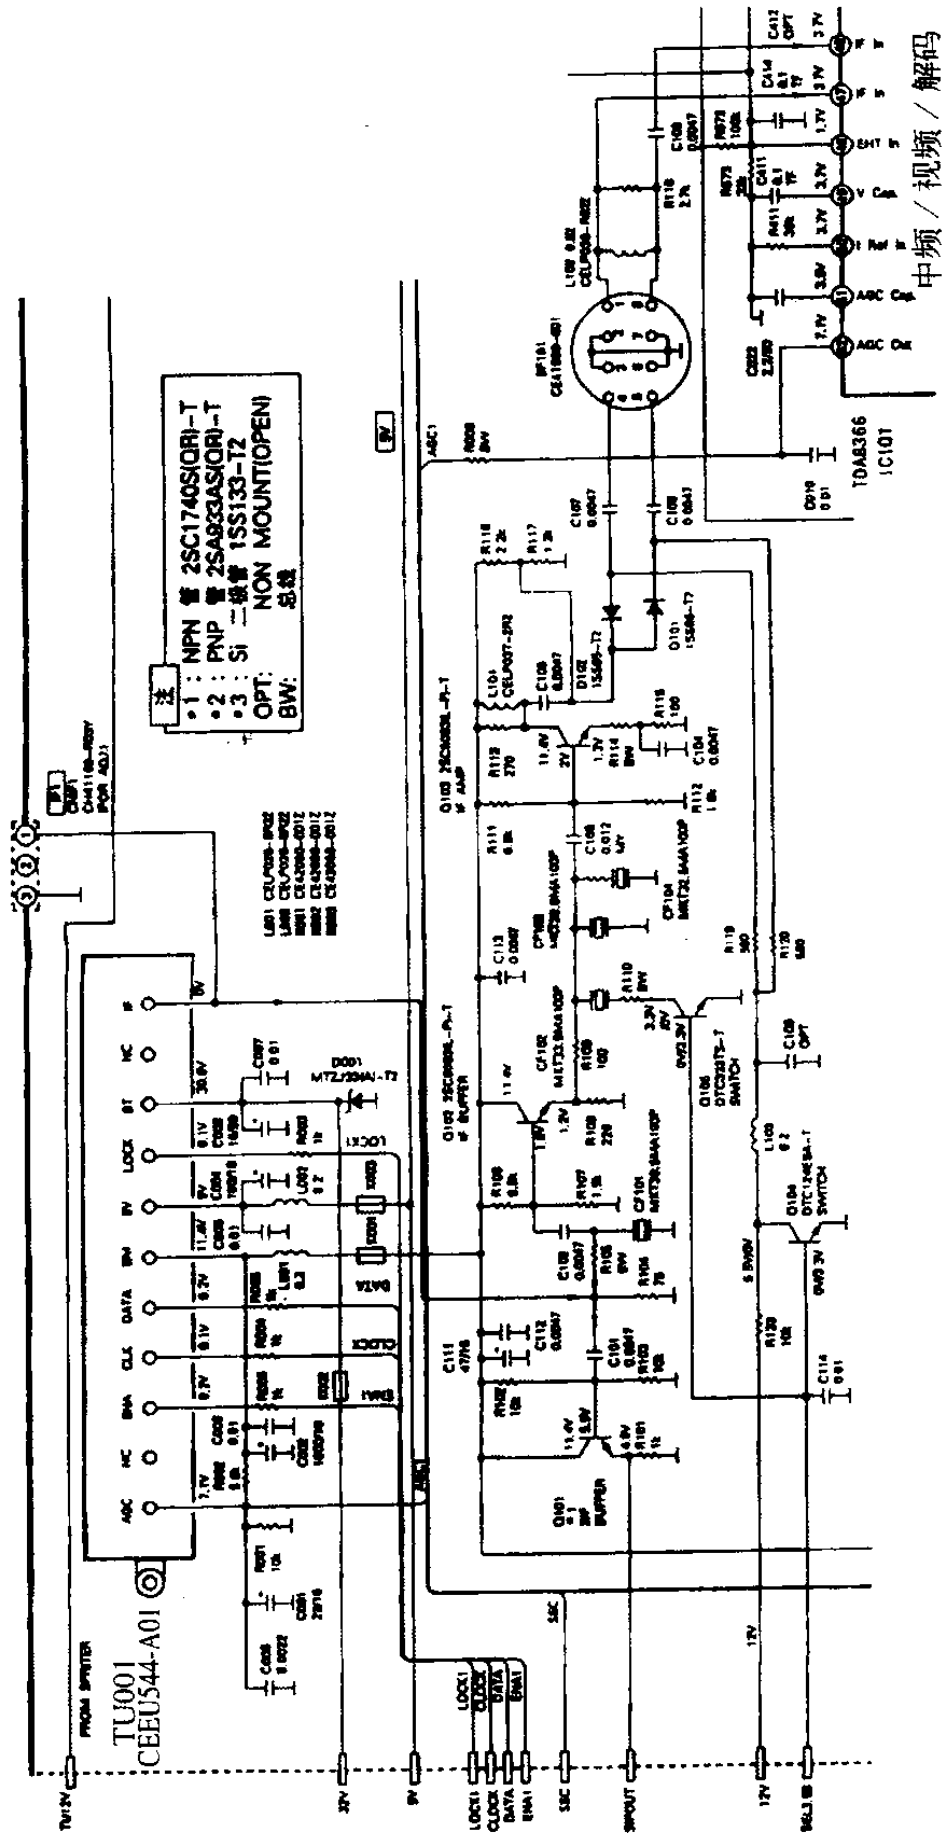

图 2-6 JVC AV-D29PRO 画中画彩色电视机主调谐器电路图
(1) 主调谐器电路的检修参数
图 2-6 是 JVC AV-D29PRO 画中画彩色电视机主调谐器电路图,图中的 TU001 是一种由 I²C 总线控制的全频道调谐器。IF 端是中频信号输出端,中频信号输出之后一分为二,一路由 Q101 放大输出伴音中频 SIF,另一路由 Q102 和 Q103 放大(预中放),再经中频滤波器 SF101 滤波后,将中频(图像中频)送到中频、视频和解码电路 IC101(TDA8366)的④⑥、④⑦脚,在 IC101 中进行视频检波和解码等处理,作为主画面的图像信